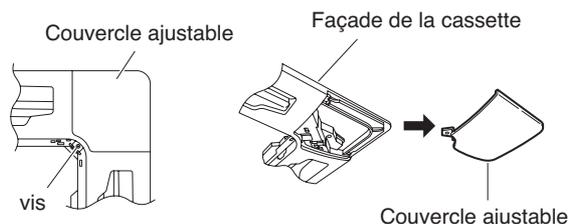

Fig. 11-2
- (1) Retirez la grille d'aspiration.
- (2) Retirez les vis de retenue du couvercle, puis faites glisser celui-ci sur le côté pour le retirer. (Fig. 11-2)